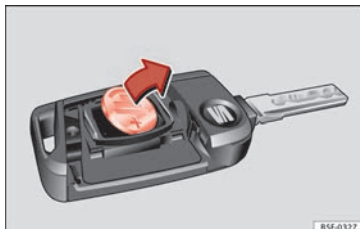

Fig. 136 Clé du véhicule : retirez la pile.
- Retirez la pile du compartiment à l'aide d'un objet fin approprié » » **fig. 136**.
- Placez la pile neuve comme indiqué » » **fig. 136** et appuyez-la contre le logement des piles dans le sens contraire de la flèche » » ⚠.